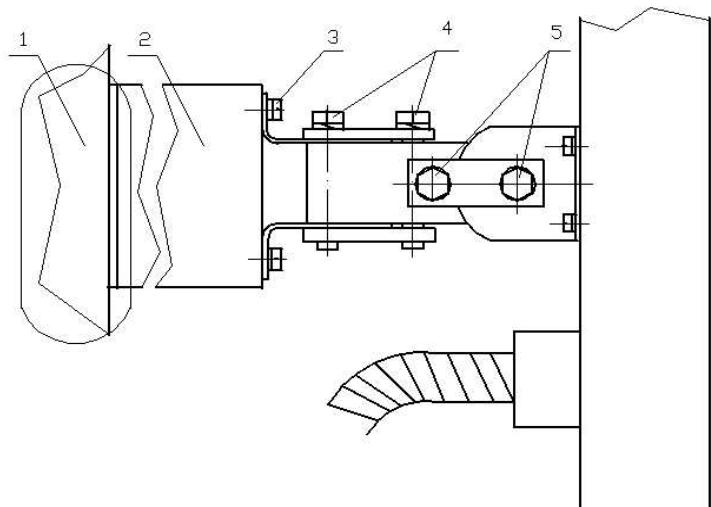
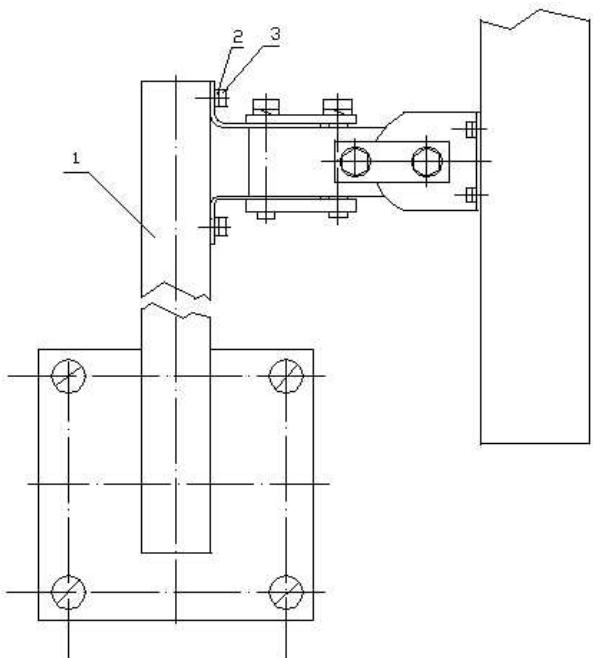

Рис. 10.2
Рис. 10.3
10.2.1 Вариант установки блоков на стене 1 (заграждении) показан на рис. 10.2. Произвести разметку для крепления кронштейна 2 (УЗК-1). Центры отверстий располагаются в углах условного прямоугольника 80×60 . С помощью винтов 3 с пружинными шайбами и гаек прикрепить БПРД (БПРМ) к кронштейну 2. Просверлить соответствующие отверстия в стене 1 и с помощью шурупов или болтов с шайбами закрепить БПРМ (БПРД) на заграждении. Если необходимо разместить БПРД и БПРМ выше заграждения или стены сооружения, нужно воспользоваться специальными кронштейнами 1 (см. рис. 10.3) из комплекта поставки. Центры крепежных отверстий располагаются в углах условного квадрата $80\text{мм} \times 80\text{мм}$. При этом на одном кронштейне допускается установка двух блоков БПРМ или БПРД смежных участков. Блоки крепятся к кронштейну с помощью винтов 3 с шайбами 2. Исключить возможное взаимовлияние смежных участков, когда БПРД одного участка направлен на БПРМ другого участка.
10.2.4 Для проведения юстировки по азимуту необходимо ослабить болты 4 (рис. 10.2) до обеспечения возможности поворота блока с мягким усилием. Повернуть блок БПРМ (БПРД) в направлении противоположного блока БПРД (БПРМ) данного участка. Затянуть болты 4 до выпрямления пружинных шайб.
10.2.5 Для проведения визуальной юстировки по углу места (см. рис.10.2 ослабить болты 5 до обеспечения поворота блока с мягким усилием. Повернуть блок БПРМ (БПРД) в направлении противоположного блока. Затянуть болты 5 до выпрямления пружинных шайб.